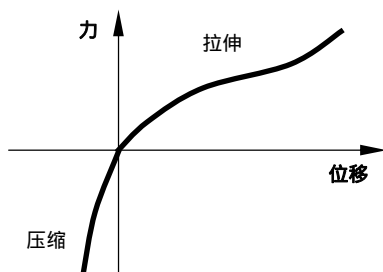

图 8.3.4 超弹性体的特点
- ◆ 其应力与应变关系呈现出高度的非线性，一般情况下，拉伸时材料刚度软化；反之，在压缩时则刚度较大，如图 8.3.4 所示。